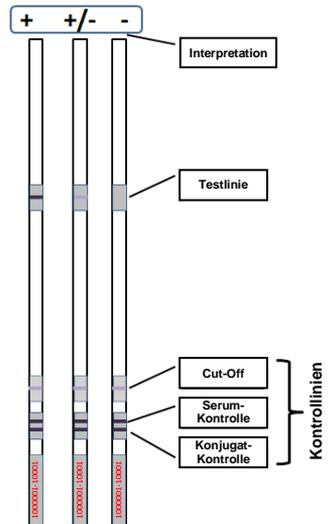

Abbildung 1: Schematische Darstellung von reaktierten LIA-Streifen mit einer Testlinie.
- Die Testlinien werden oberhalb (siehe schematische Darstellung Abbildung 1) der Cut-Off-, Serum- und Konjugat-Kontrolllinien, wie in der schematischen Darstellung gezeigt, platziert. Serum- und Konjugat-Kontrolllinien erscheinen auf dem gleichen Teil der Nitrocellulose an der Unterseite.
- Wie bezeichnet in Abbildung 1, sollten die Serum- und Konjugat-Kontrolllinien eindeutig positiv sein, was ein erfolgreiches Experiment anzeigt. Der Cut-Off ist eine schwache Linie mit Variation in der Intensität basierend auf den Versuchsbedingungen. Die schematische Darstellung in Abbildung 1 zeigt eine Beispiel-Testlinie und 3 Kontrolllinien. Die